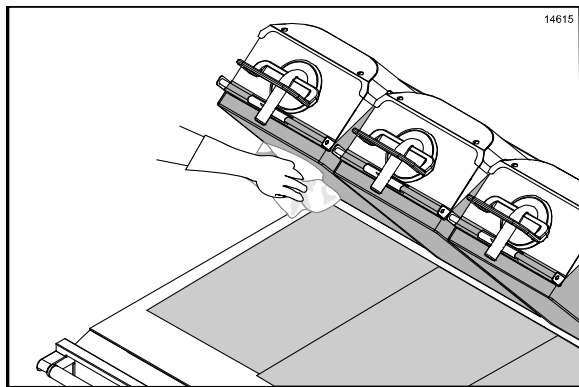

图 44
11. 用浸湿有煎炉清洁剂的煎炉抹布清理上煎板和下煎板铁弗龙不粘膜的暴露表面。（请见图 44）